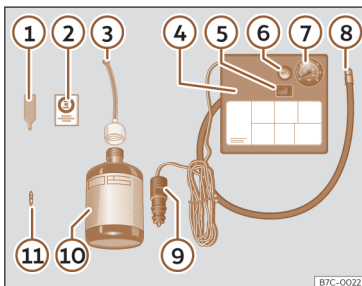

Fig. 238 Representación estándar: contenido del kit antipinchazos.
El kit antipinchazos se encuentra en el compartimento del maletero bajo el revestimiento del suelo. Incluye los siguientes componentes >>> **fig. 238:**
- Desenrosque la caperuza y el obús de la válvula del neumático. Utilice el aparato >>> **fig. 238** ① para extraer el obús. Colóquelo en una superficie limpia.
- Agite con fuerza la botella de sellante de neumáticos >>> **fig. 238** ⑩.
- Enrosque el tubo de inflado >>> **fig. 238** ③ en la botella de sellante. El precinto de la botella se romperá automáticamente.
- Retire el tapón del tubo de llenado >>> **fig. 238** ③ y enrosque el extremo abierto del tubo en la válvula del neumático.
- Vuelva a colocar el obús con el aparato >>> **fig. 238** ① en la válvula del neumático.
- Enrosque el tubo de inflado del neumático del compresor >>> **fig. 238** ⑧ en la válvula del neumático.
- Compruebe que el tornillo de evacuación de aire está cerrado >>> **fig. 238** ⑥.
- Acople el conector >>> **fig. 238 ⑨** a toma de corriente de 12 voltios del vehículo >>> pág. 246.
- Conecte el compresor de aire con conmutador ON/OFF >>> **fig. 238 ⑤**.
- Pegue el adhesivo >>> **fig. 238 ②** en el cuadro de instrumentos, dentro del campo visual del conductor.
Vuelva a enroscar el tubo de inflado >>> **fig. 238 ⑧** y compruebe la presión en el manómetro **⑦**.